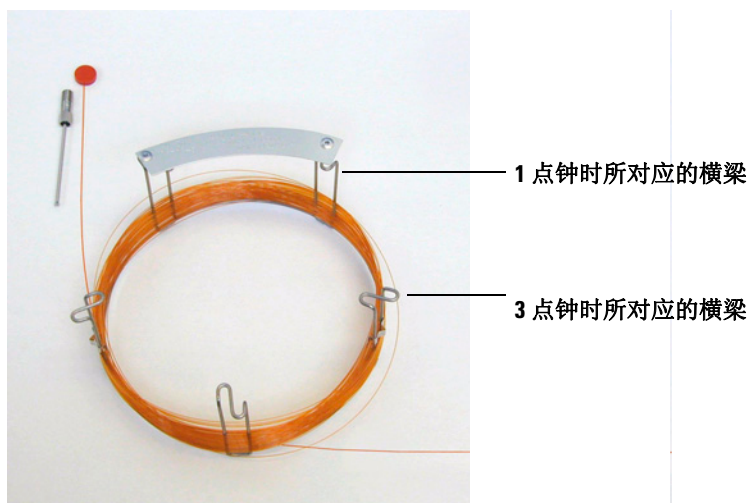

图 3 松开两圈的色谱柱
- 2 将色谱柱出口那边的隔垫取下，并将色谱柱松开两圈。请参阅图 3。